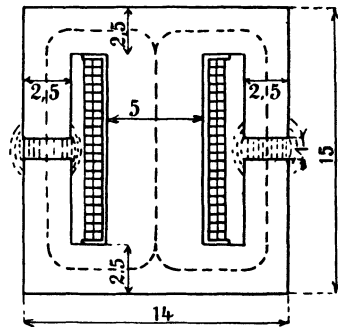

Fig. 49.
163. Ein aus Blechen zusammengesetztes Gestell von nebenstehenden Abmessungen ist mit 200 [300] (500) Windungen bewickelt, wobei in dem bewickelten Querschnitt 125000 [150000] (250000) Kraftlinien erzeugt werden sollen. Welche Stromstärke ist hierzu erforderlich, wenn die Dimension senkrecht zur Papirebene 5,88 cm beträgt? (Fig. 49.)